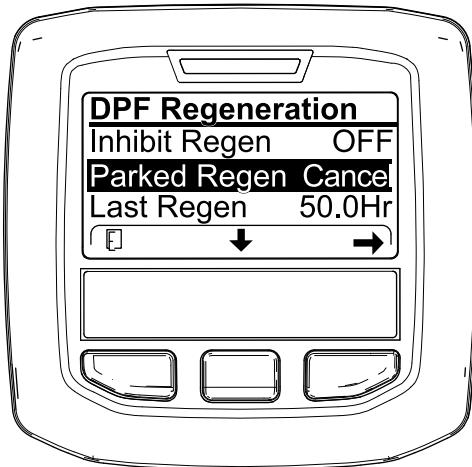
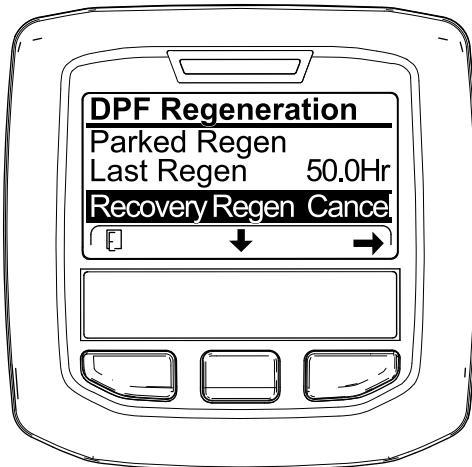

Figura 65
Figura 66
1. Acceda al menú DPF Regeneration (Regeneración de DPF) (Figura 65).
- Pulse el botón central para desplazarse hacia abajo, hasta la opción PARKED REGEN CANCEL (Cancelación de regeneración con máquina aparcada) (Figura 65) o la opción RECOVERY REGEN CANCEL (Cancelación de regeneración de recuperación) (Figura 66).
- Pulse el botón derecho para seleccionar la opción Regen Cancel (Cancelación de regeneración) (Figura 65 o Figura 66).